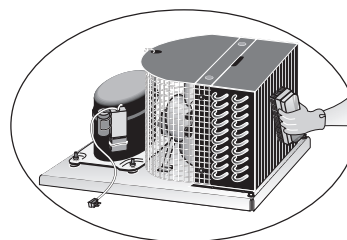

Imagen 1
**PASO 1** - Para ver el punto de ajuste o "set point", presione y mantenga presionado el botón "info" . (Ver imagen 1).
**PASO 1** - Para mostrar la temperatura de T1, presione y suelte el botón de información . Aparecerá "t1". Ver imagen 1.